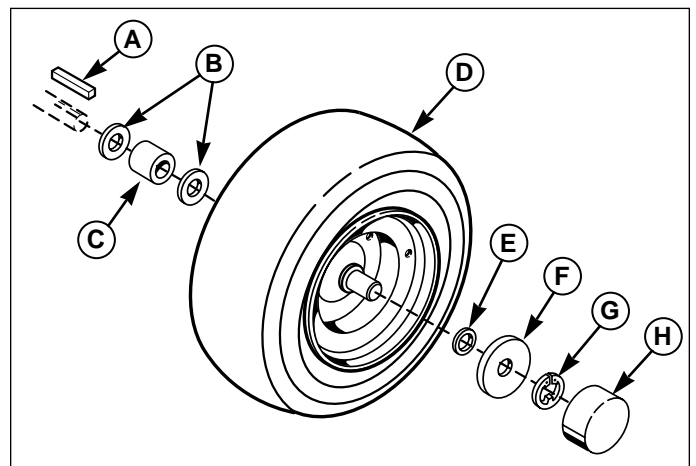

Figure 23. Lubrifier les arbres d'essieu arrière
5. Retirer le chapeau de moyeu en plastique (H, Figure 23).
6. Retirer le circlip (G), à l'aide d'un tournevis.
7. Retirer l'anneau de retenue du chapeau de moyeu (F), la petite rondelle (E) et la roue (D).